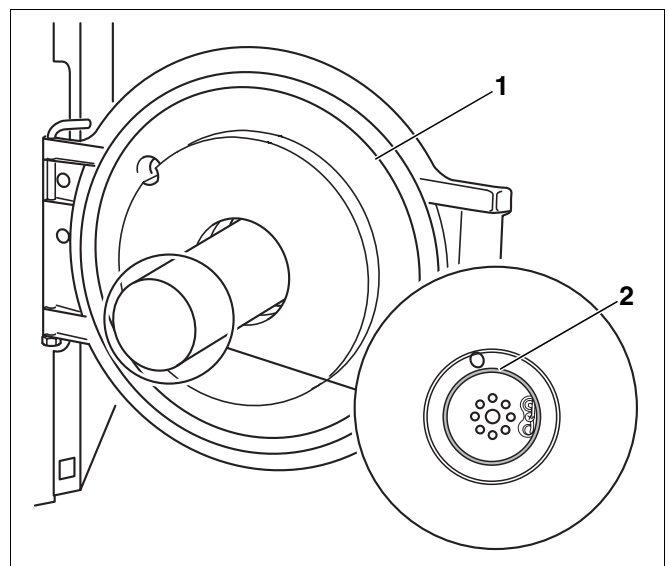

Abb. 35 Korrekten Sitz der Dichtung kontrollieren
- Bei geöffneter Brennertür (Abb. 35, **Pos. 1**) wie bei der Inbetriebnahme den korrekten Sitz der Dichtung (Abb. 35, **Pos. 2**) prüfen.
- Brennertür schließen (Abb. 35, **Pos. 1**, Seite 34) und Befestigungsschrauben der Brennertür festziehen.